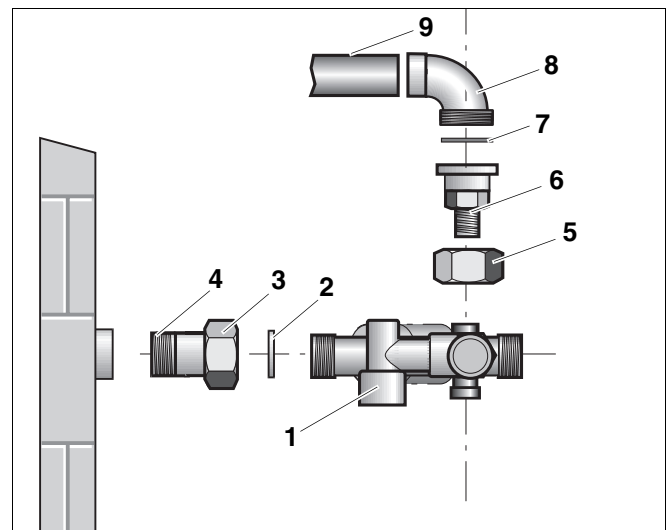

Abb. 26 Zirkulationspumpenanschluss montieren (Unterputzmontage)
- Oberen Kunststoffstopfen am Rückflussverhinderer mit Absperrventil (Abb. 26, **Pos. 1**) herausdrehen.
- Mutter (Abb. 26, **Pos. 5**) über Reduziernippel G $\frac{1}{4}$ (Abb. 26, **Pos. 6**) stecken.
- Reduziernippel G $\frac{1}{4}$ (Abb. 26, **Pos. 6**; selbst dichtend) in den oberen Anschluss einschrauben.
- Anschlusswinkel (Abb. 26, **Pos. 8**) mit Zirkulationsleitung (Abb. 26, **Pos. 9**) verlöten.
- Reduziernippel (Abb. 26, **Pos. 6**) mit Mutter (Abb. 26, **Pos. 5**) und Dichtung (Abb. 26, **Pos. 7**) an Anschlusswinkel (Abb. 26, **Pos. 8**) schrauben.